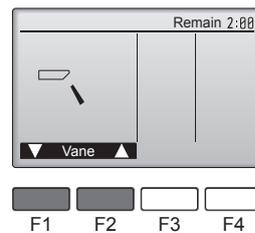

Fig. 6-6
- 1 Compruebe el sistema automático de desviación del aire con los botones **[F1]** **[F2]**. (Fig. 6-6)